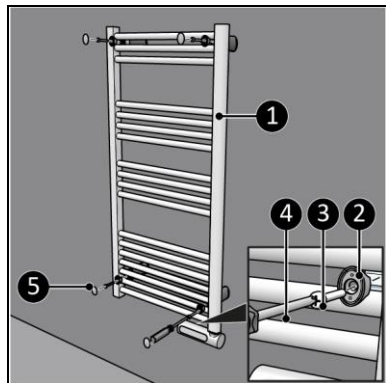

Abbildung 9
9. Platzieren Sie das Gerät (Abbildung 9, Pos. 1) über die Wandhalterung.
10. Schrauben Sie das Gerät mit vier großen Schrauben (Abbildung 9, Pos. 3) mit einem Phillips Kreuzschlitzschraubendreher (Abbildung 9, Pos. 4) an der Wandhalterung fest.
11. Setzen Sie die vier Verschlusskappen (Abbildung 9, Pos. 5) auf.